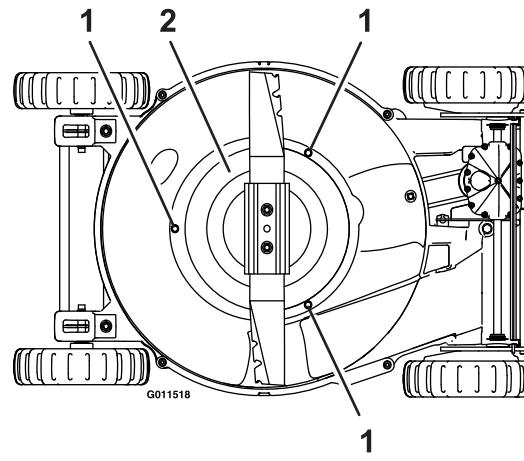

Figura 32
6. Retire los tres tornillos que sujetan el protector del BBC a la unidad (ver Figura 32).